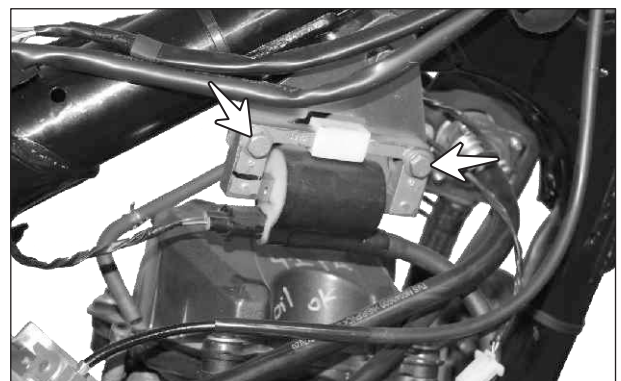

Fig. 3.26
- Retire los 2 tornillos hexagonales (M6x20) que fijan la bobina de alta al chasis y retire la bobina. (Fig. 3.26)